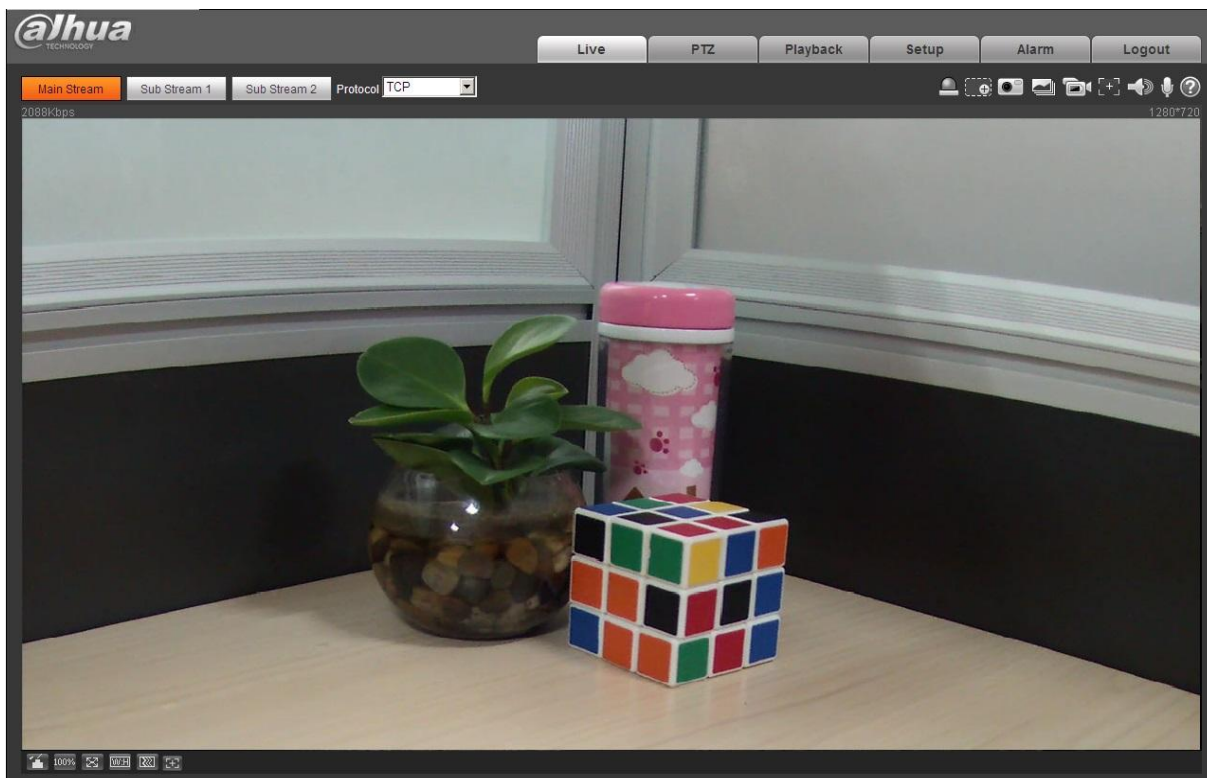

Figura 3-4
Paso 3 Instale los controles de acuerdo con el indicador del sistema; Consulte la Figura 3-4 para ver la interfaz principal WEB.